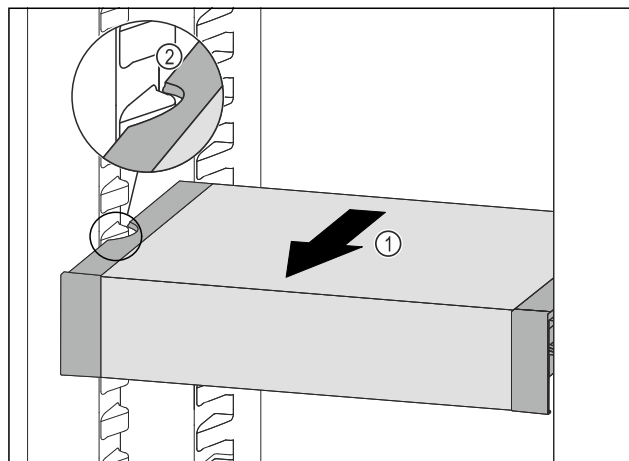

Fig. 179
- Predal VarioSafe povlecite naprej Fig. 179 (1), dokler nista stranska izreza predala VarioSafe na višini nastavka za posodo v hladilniku. Fig. 179 (2)